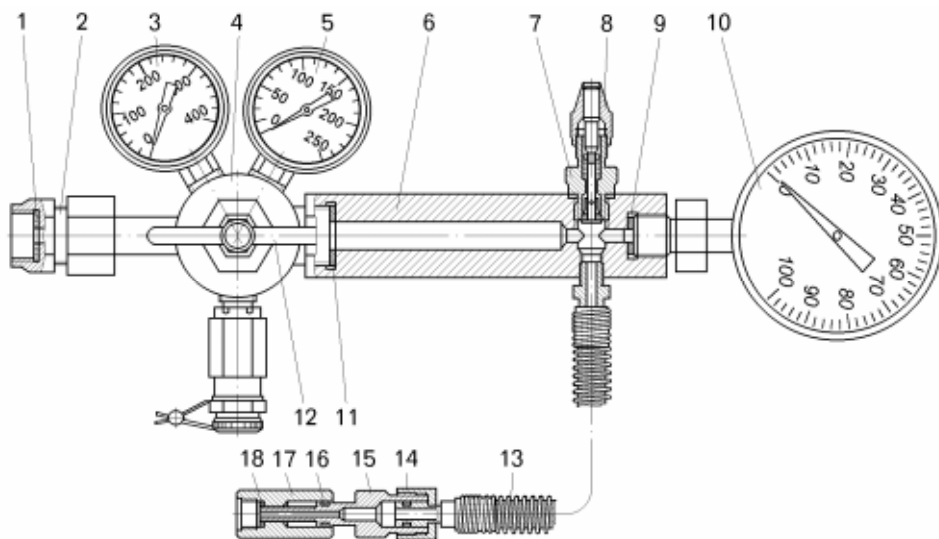

Рисунок 8.1.17 – Приспособление для зарядки цилиндров подвески:
– присоединить понижающий редуктор приспособления к баллону с азотом через переходник 2 (рисунок 8.1.17);
– вывернуть иглу 15 (смотри рисунок 8.1.17), закрыть вентиль на баллоне, отсоединить приспособление от заправочного клапана, проверить герметичность клапана и места его установки, закрыть клапан крышкой;
- выпустить газ из цилиндров подвески с помощью штуцера 8 (рисунок 8.1.17) и сжать их до размеров (по характеристической линейке):